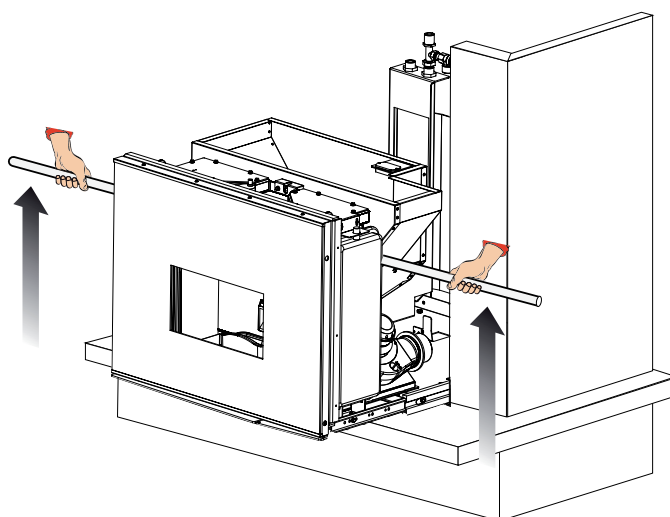

Fig. 6.6
- empujar la estufa en su alojamiento hasta que se produzca el encastre del sistema de bloqueo automático (fig.6.6)